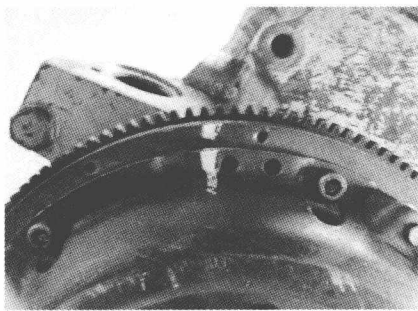

图 1-1 做好对正标记
- 1) 拆解离合器之前一定要在压盘和飞轮上做好对正标记，如图 1-1 所示。